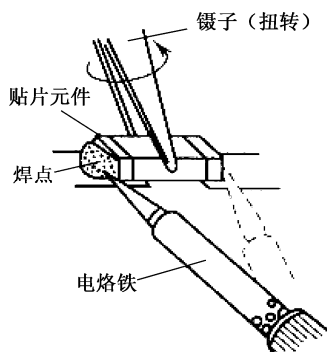

图 1-12 取下贴片元件的方法
2) 取下贴片电阻、电容。取下贴片电阻、电容的方法如图 1-12 所示。首先将元件的一端焊开，然后用镊子夹住元件再焊开另外一端，同时用镊子在水平方向扭转取下元件。